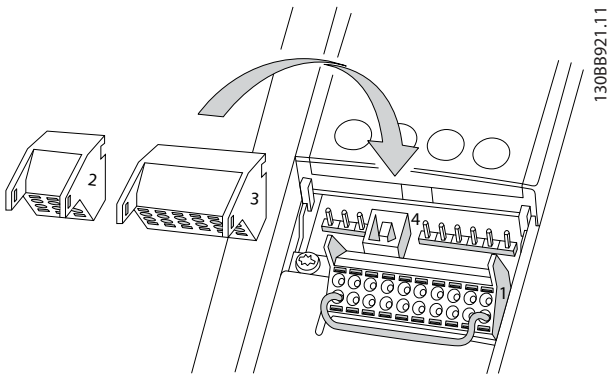
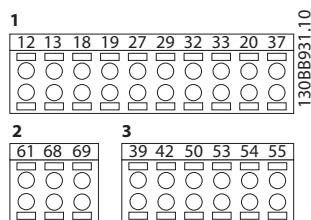

Ilustración 4.7 Ubicación de los terminales de control
Ilustración 4.8 Números de los terminales
- Cuando el convertidor de frecuencia esté conectado a un termistor, asegúrese de que el cableado de control del termistor está apantallado y reforzado / doblemente aislado. Se recomienda un suministro externo de 24 V CC. Consulte el *Ilustración 4.7*.
Ilustración 4.7 y *Ilustración 4.8* muestran los conectores extraíbles del convertidor de frecuencia. Las funciones de los terminales y los ajustes predeterminados están resumidos en la *Tabla 4.2* y la *Tabla 4.3*.